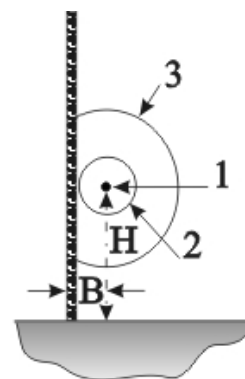

Рис. 4.4
4.6 При размещении ЗО вдоль стен, заграждений или др. сооружений (за исключением «радиопрозрачных»), ЗО отсекается их поверхностями. На рис. 4.4 представле-
4.7 На большей части контролируемого участка ЗО имеет форму усеченного эллипсоида, примыкающего к заграждению (см. рис. 4.4 зона «3»). Однако (см. п. 4.4) при приближении к БПРД (БПРМ) ЗО «сужается» и необходимо прикрыть образовавшиеся «проходы» с помощью либо ЗО смежного участка, как показано на рис. 4.5а (вид с торцевой стороны при установке на заграждение), рис. 4.5б (вид сбоку, при установке на заграждение или сверху, при установке без заграждения) и 4.6 (вид сбоку, при установке без заграждения). На рис. 4.5б, 4.7...4.9 цифрами обозначены блоки «1» - БПРД, «2» - БПРМ.